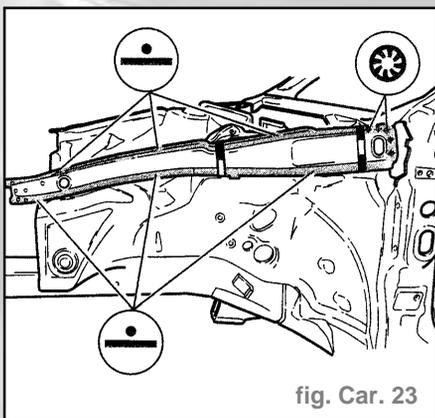

fig. Car. 23
- Fixer la tôle de renforcement sur le passage de roue, cordon de soudure par points (fig. Car. 23).